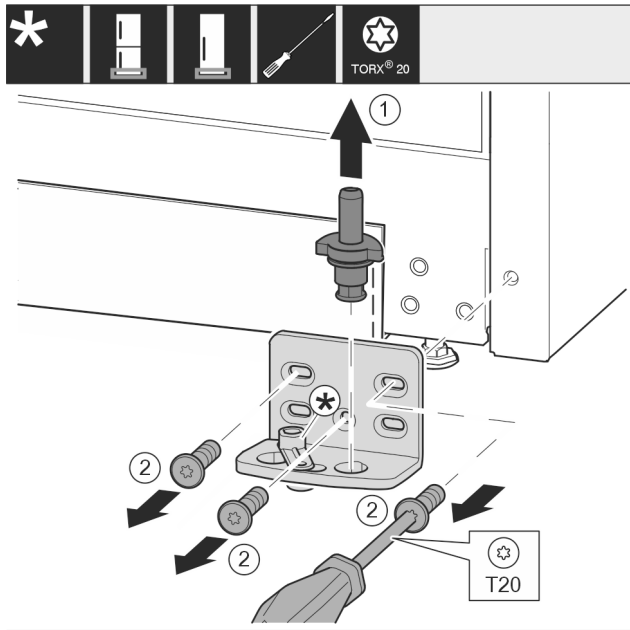

Fig. 13
- ▶ Visiškai ištraukite atraminį kaištį Fig. 13 (1) į viršų.
- ▶ Išsukite varžtus Fig. 13 (2) atsuktuvu ir nuimkite atraminę gembę.